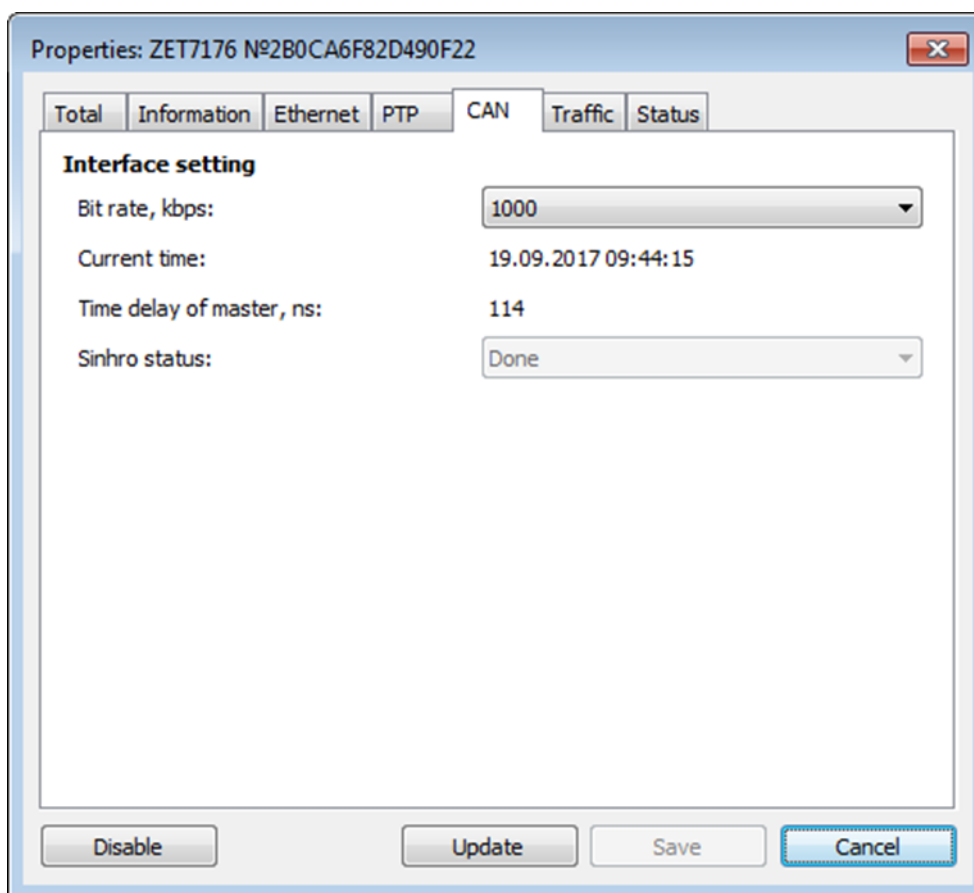

Figura 2.8 «CAN».
- Seleccione la tasa de bits de acuerdo con los requisitos aplicables en el campo “Bit rate, kbps” de la pestaña “CAN” (Figura 2.8).